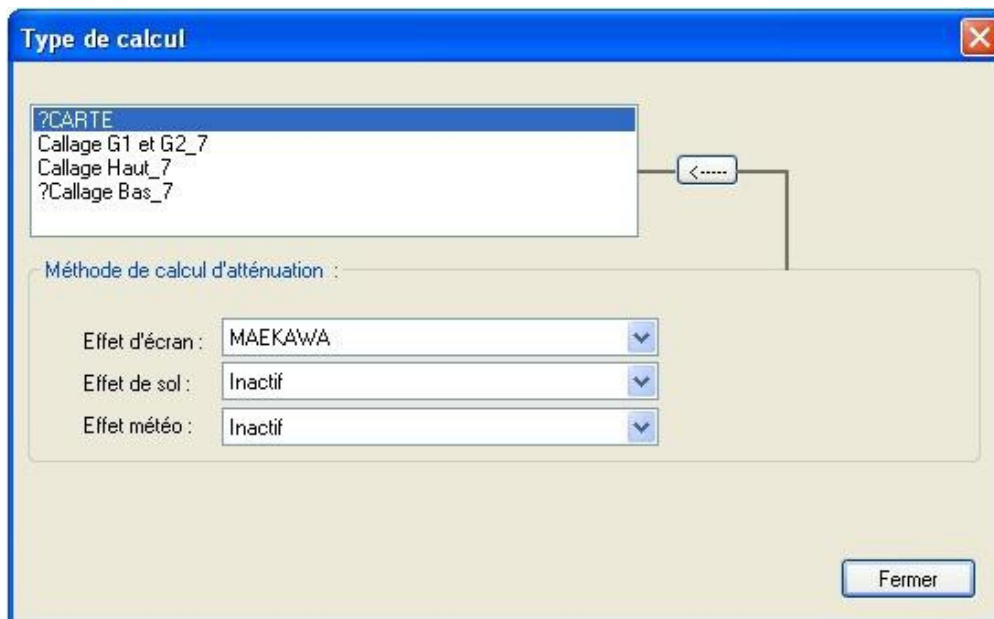

figure 34:
- « **Type de calcul** » ouvre la fenêtre suivante (figure 34) :
- ✓ Un **calcul sans effet d'écran**: c'est celui qui est activé par défaut, il est indiqué "*inactif*" dans le menu déroulant "*Effet d'écran*", il n'y a donc rien à modifier dans la fenêtre (figure 34)
- ✓ Un **calcul avec effet d'écran (méthode MAEKAWA)** : ce calcul de propagation tient compte de la diffraction (ou effet d'écran) sur les arêtes. Le temps de calcul est plus long que pour un calcul sans effet d'écran. Pour affecter ce type de calcul à la carte désirée, sélectionner "MAEKAWA" dans le menu déroulant en face de « Effet d'écran » dans la fenêtre (figure 34). Choisir la carte idoine dans la liste et cliquer sur la flèche . La prise en compte de la diffraction est indispensable dans le cas de calculs en extérieur et dans des locaux très absorbants. Dans des locaux réverbérants, il peut être vérifié par le calcul que la non prise en compte de la diffraction induit des erreurs qui restent généralement faibles (de l'ordre de 0 à 3 dB selon le cas). C'est à l'utilisateur de faire son choix entre augmentation du temps de calcul et précision souhaitée.
- « **Type de calcul** » ouvre la même fenêtre que pour les cartes de bruit (voir figure 34 page 49) : L'utilisateur a le choix entre deux types de calcul, avec ou sans effet d'écran (méthode Maekawa). Voir le paragraphe développé page 49.